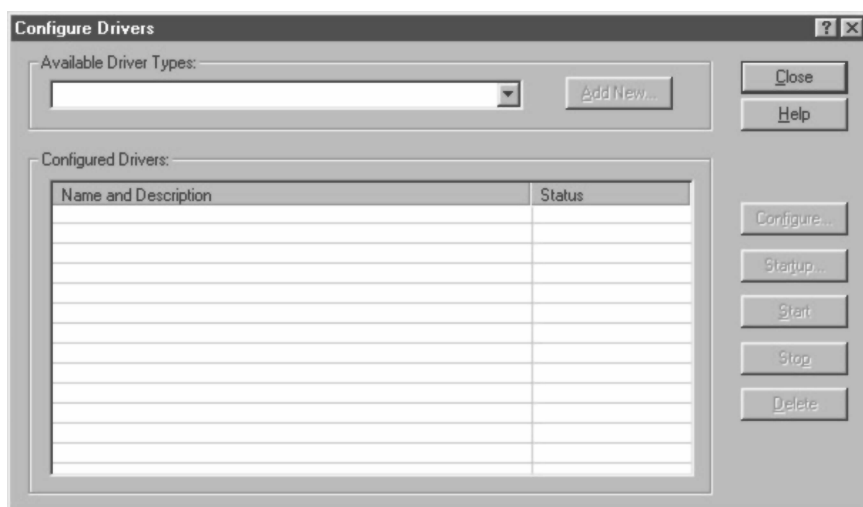

图 3-2 Configure Drivers 对话框
1. 在“通信”(Communications)菜单中, 选择“组态驱动程序”(Configure Drivers)。将显示“组态驱动程序”(Configure Drivers)对话框, 如图 3-2 所示。